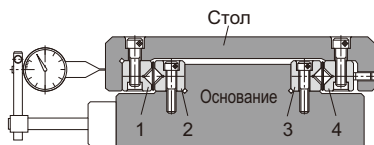

Рис.1 Установка направляющей с перекрестными роликами
(3) Расположите основание и стол так, как показано на Рис.1, и затем вставьте роликовый сепаратор с одного конца. Если сепаратор не входит из-за отсутствия зазора, сдвиньте рельс 4 в сторону регулировочного болта и еще раз попробуйте вставить сепаратор.
(4) Поставьте индикаторную головку, как показано на Рис.1. Затем, равномерно слегка заверните все регулировочные болты, пока зазор не исчезнет практически полностью, одновременно несильно прижимая стол вбок.
(5) Закрепите ограничитель на конце рельса.
(6) Сдвиньте стол и отрегулируйте положение сепаратора так, чтобы добиться требуемой длины хода.